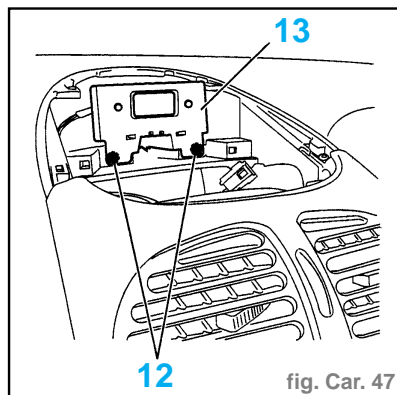

fig. Car. 47
- Débrancher l'interrupteur du signal de détresse (11).
- Déposer les fixations (12) (fig. Car. 47).